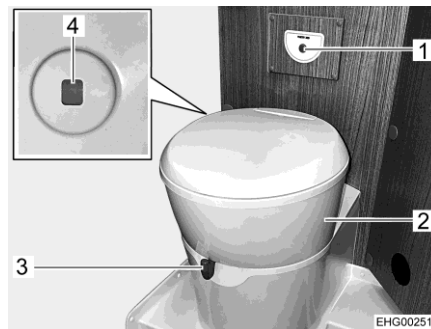

Bild 112 Toilette
Die Toilettenschüssel kann in die gewünschte Position gedreht werden. Dazu mit beiden Händen das Oberteil (Bild 112,2) der Toilette fassen und drehen.
Die Bedieneinheit mit dem Spülknopf (Bild 112,1) ist in der Nähe der Toilettenschüssel angebracht.
- Vor dem Spülen den Schieber der Toilette öffnen. Dazu den Schieberhebel (Bild 112,3) entgegen dem Uhrzeigersinn schieben.
- Zum Spülen den blauen Spülknopf (Bild 112,1) drücken.
Die Füllstandsanzeige (Bild 112,4) ändert die Farbe von Grün auf Rot, wenn der Fäkalientank entleert werden muss.